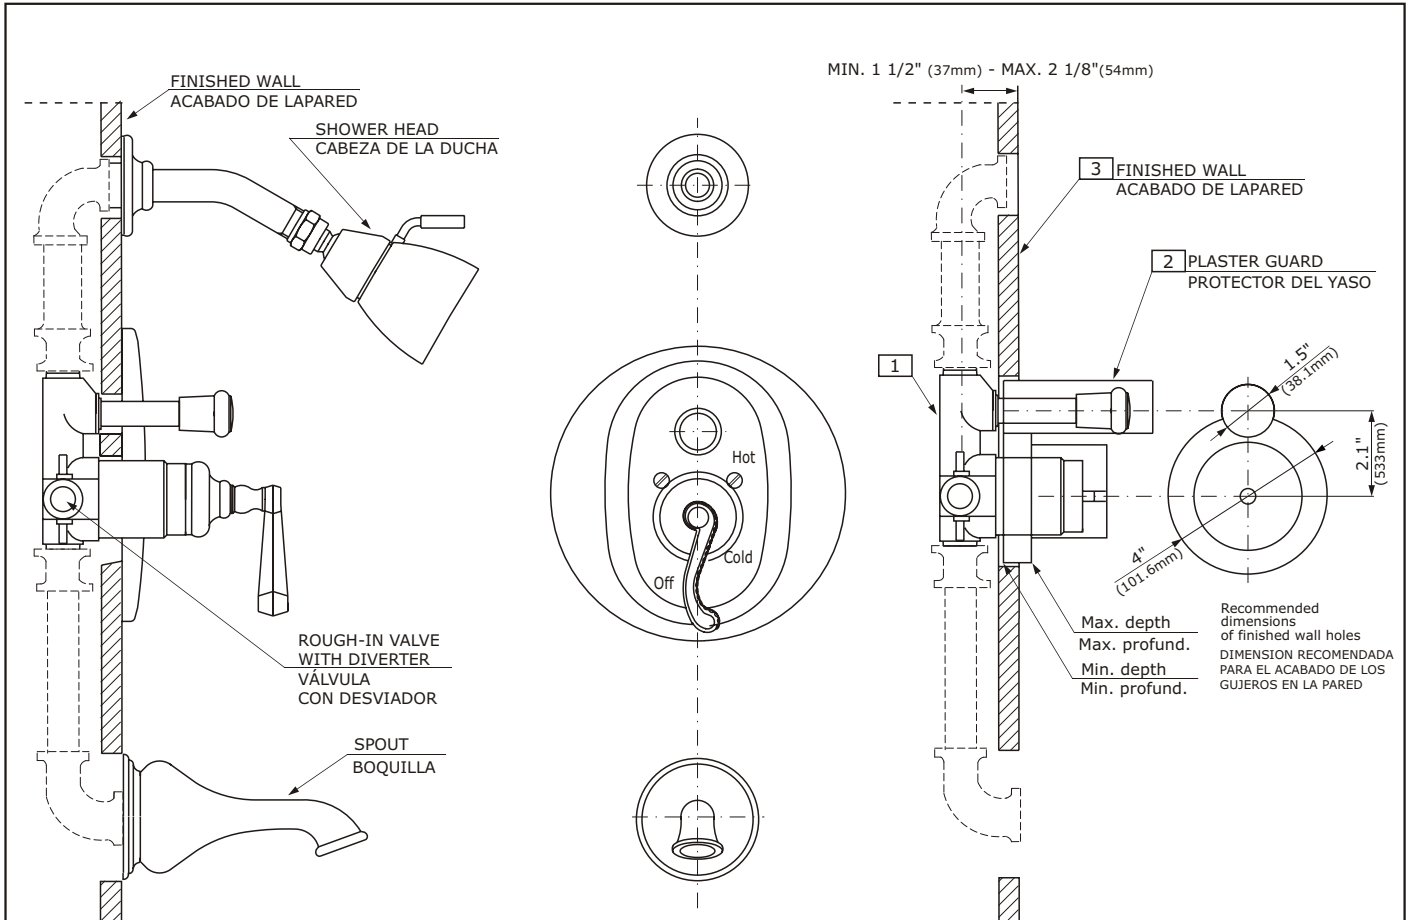

FIG. 1
NOTE (see fig. 1)
NOTA (vea fig. 1)
**INSTALLATION INSTRUCTION FOR VALVE WITH DIVERTER (see fig. 1, 2 & 3)
INSTRUCCIONES DE INSTALACION PARA VÁLVULAS CON DESVIADOR FIG. 1, 2 y 3**
Refer to fig. 1. Prepare the recess in the wall for the valve body pipe work taking into account the maximum and minimum depth allowed (see fig.1 & 3 and NOTE above).
Refiere a la fig. 1. Prepare la hendidura en la pared para el trabajo de la tubería del cuerpo del mezclador considerando la profundidad máxima y mínima permitida (vea fig.1 y 3 arriba).